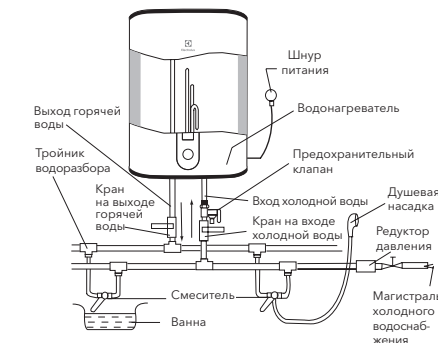

Рис. 4.
- Если необходимо реализовать многоканальную систему водоснабжения, используйте способ соединения (см. рис. 4).